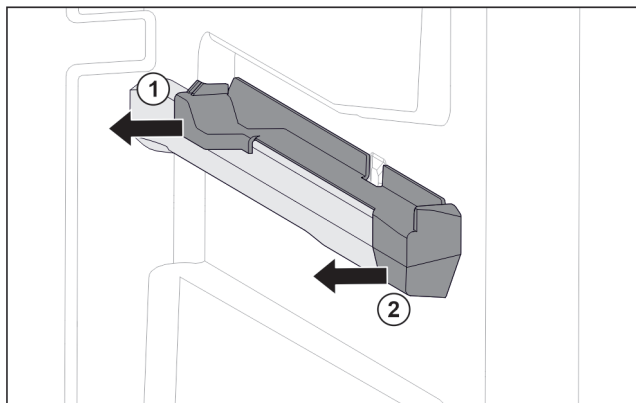

Fig. 93 Elemento inseribile sulla nervatura destra del contenitore
- ▶ Estrarre l'elemento inseribile dal lato posteriore di lato. Fig. 93 (1)
- ▶ Estrarre l'elemento inseribile dal lato anteriore di lato. Fig. 93 (2)